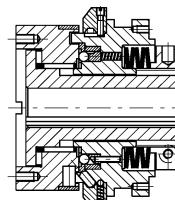

FIG. 3
- E' TASSATIVAMENTE vietato smontare la versione DSR/F/RF (FIG. 3) in quanto il successivo ri-montaggio necessita di specifica attrezzatura.
- It is FORBIDDEN to remove the version of DSR/F/RF (FIG. 3) because the re-assemble requires specific factory equipment.